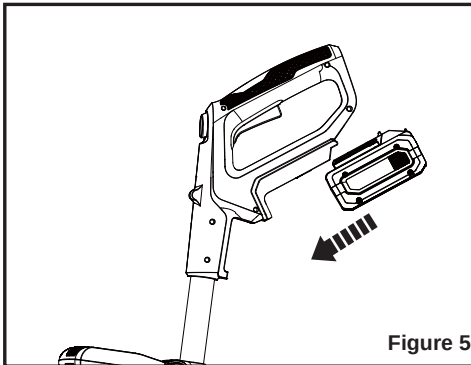

Figure 5
2. Alignez le bloc-batterie avec l'emplacement prévu à cet effet sur la face inférieure de la poignée principale, puis insérez le bloc-batterie dans la poignée (Figure 5).